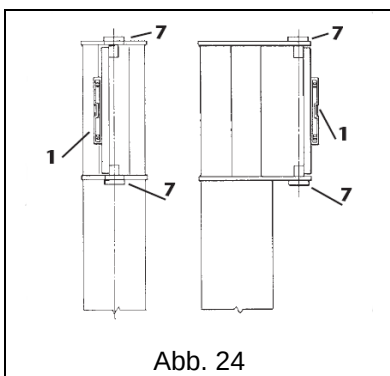

Abb. 24
- c. Mit Hilfe einer Wasserwaage **L** und einer Stange, die direkt auf die Drehstifte **7** gelegt werden muss, die senkrechte Ausrichtung der Rotationsachse prüfen (Abb. 24).